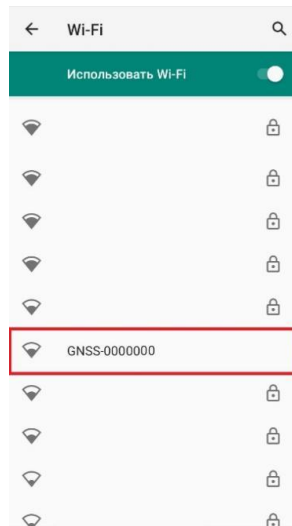
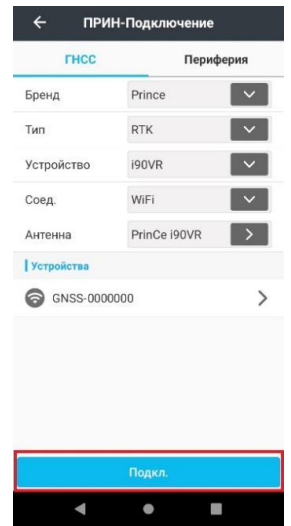

Рисунок 5.1.8
Рисунок 5.1.9
4. Устройство будет указано как **GNSS** и его серийный номер (Рисунок 5.1.8). Выберите его и подключитесь к приемнику (Рисунок 5.1.9).